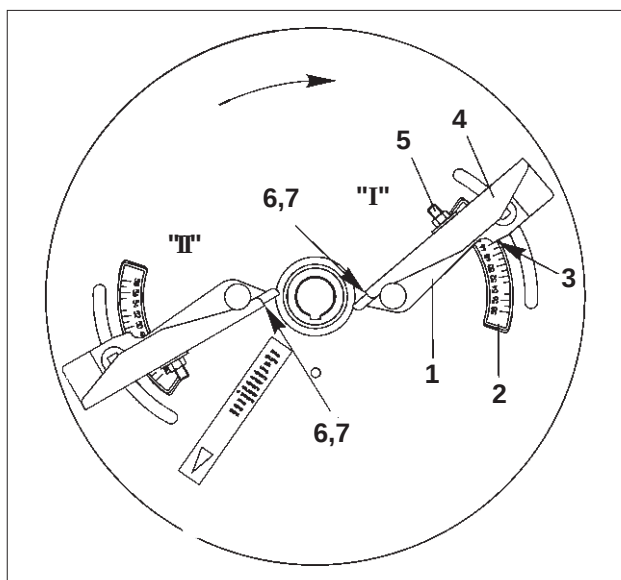

Fig. 7.10
Le réglage des disques de bordure TS 2, TS 3 ou TS 4 s'opère comme suit en agissant sur les aubes mobiles télescopiques (fig. 7.10/1) en fonction des indications fournies par le tableau de réglage, et selon l'engrais utilisé et de l'intervalle séparant la première voie de passage et la bordure du champ :
- a) Desserrez l'écrou-poignée et manœuvrez les aubes télescopiques (fig. 7.10/1) sur l'échelle graduée (fig. 7.10/2) du disque jusqu'à la valeur recherchée en s'aidant des graduations gravées le long de l'arrête de lecture (fig. 7.10/3). Resserrez ensuite l'écrou-poignée.
- b) En desserrant l'écrou (fig. 7.10/5) réglez l'extrémité de l'aube (fig. 7.10/4) sur une graduation de l'échelle (fig. 7.10/6) plus élevée. Chaque position de l'extrémité de l'aube est lue sur l'arrête graduée (fig. 7.10/7) de l'échelle.